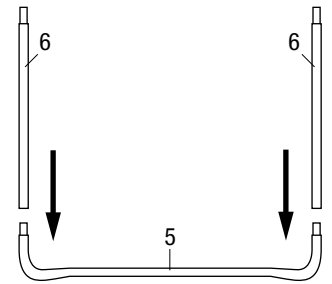

Abb. T2
Stecken Sie alle Standbeine (6) mit den Fußteilen (5) zusammen. Achten Sie darauf, dass der Sicherheitsaufkleber, der auf einem der Standbeine klebt, später nach außen zeigt. (Abb. T2).